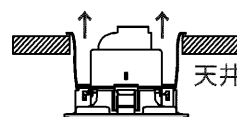

図5 器具取り付け
- ①取付ばね3ヶ所を内側へ押し戻してください。
- ②本体を埋込穴に挿入してください。(図5)
- ③本体をまっすぐにゆっくりと押し上げ、確実に取り付けてください。